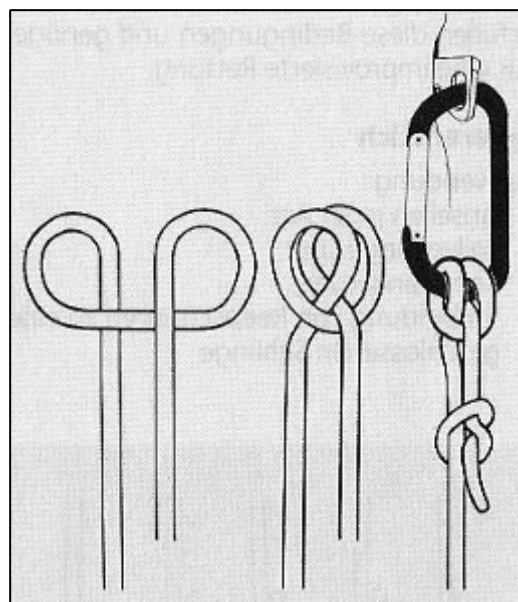

Abbildung 11: Mastwurf am Seilende
- bei Anwendung am Seilende dasselbe immer mit Spierenstich absichern (**Abbildung 11**)!